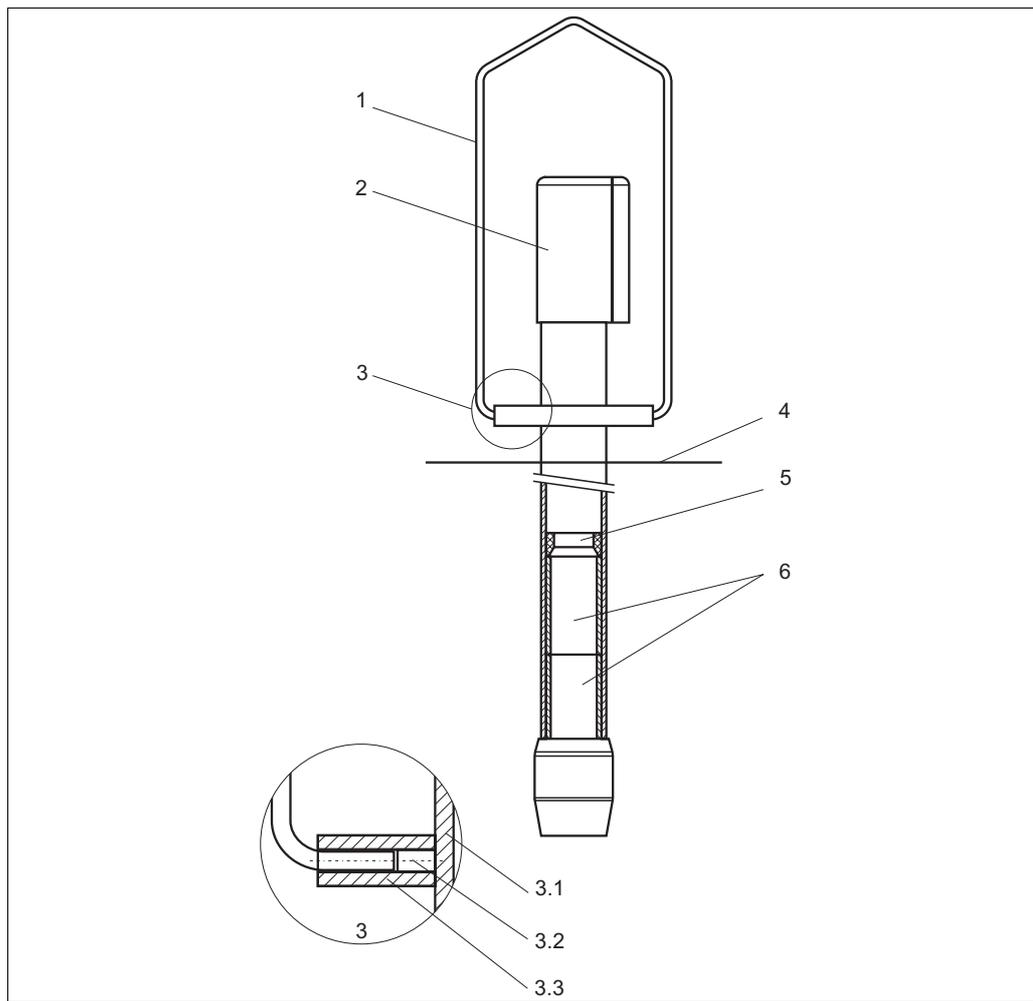

Fig. 11: Montaggio con staffa sospesa
1. Togliere il cappuccio di protezione (→ Fig. 11, pos. 2) dal tubo.
2. Spingere i pesi (pos. 6) nel tubo interno e fissarli in posizione con l'anello di fissaggio (pos. 5).
3. Spingere l'anello di supporto (pos. 3.3) sul tubo e fissarlo con le viti di bloccaggio M8 x 16 (pos. 3.2, filettatura per viti di bloccaggio).
4. Agganciare la staffa sospesa (pos. 1).